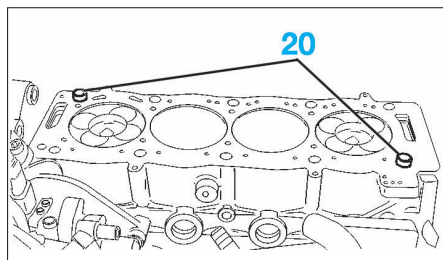

FIG. 81
- s'assurer de la présence des douilles de centrage (20) (Fig.81) sur le bloc-cylindres.